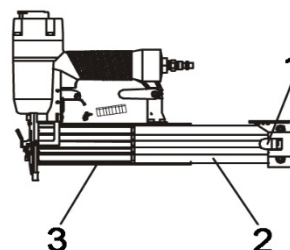

Fig 3
1. Wciśnij blokadę, aby zwolnić ruchomy magazynek i całkowicie go wyciągnąć, zobacz rys. 3.
2. Umieść w stałym magazynku (39) zestaw elementów mocujących odpowiedniego typu i właściwej wielkości. Magazynek mieści do 100 elementów mocujących.